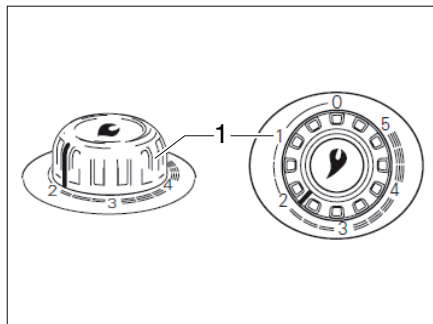

Fig. 108 Pomello girevole del riscaldamento ad aria calda
- Impostare il pomello girevole (Fig. 108,1) del riscaldamento sul valore desiderato e premere in basso fino all'arresto.
- Impostare il pomello girevole del riscaldamento (Fig. 108,1) su "0". In questo modo il dispositivo di accensione viene disinserito.
- ▷ Per ulteriori informazioni consultare il manuale d'uso separato "Truma S 3004 (P) / S 5004".